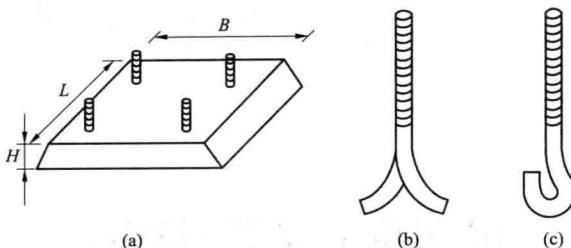

图 1-1 电动机底座基础的形状
1) 基础浇注。电动机底座的基础一般用混凝土浇筑或用砖砌成，基础的形状如图 1-1 (a) 所示。基础高出地面的尺寸 H 一般为 100~150mm，具体高度随电动机规格、传动方式和安装条件等确定。底座长度 L 和宽度 B 的尺寸，应根据底板或电动机的基座尺寸确定，每边应比电动机机座宽 100~150mm。基础的深度一般按地脚螺栓长度的 1.5~2.0 倍选取，以保证埋设的地脚螺栓有足够的强度。基础的重量应为机组重量的 2.5~3.0 倍。
2) 地脚螺栓埋设。为了保证地脚螺栓的埋设牢固，通常将其埋入基础的一端做成 A 字形或弯钩形，如图 1-1 (b) 和图 1-1 (c) 所示。埋设螺栓